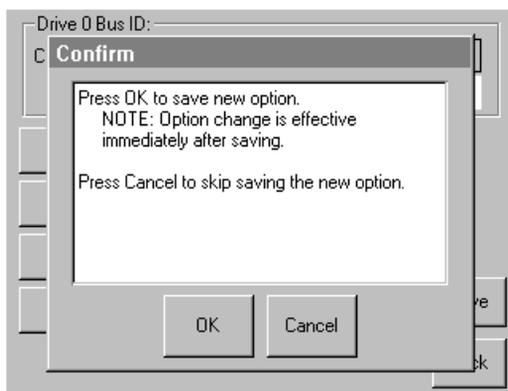

Abbildung 21: SCSI ID-Bestätigungsbildschirm
- c. Berühren Sie die Option **Save** (Speichern), um Ihre Anforderung zu bestätigen. Ein Bestätigungsbildschirm wird angezeigt (siehe Abbildung 21).